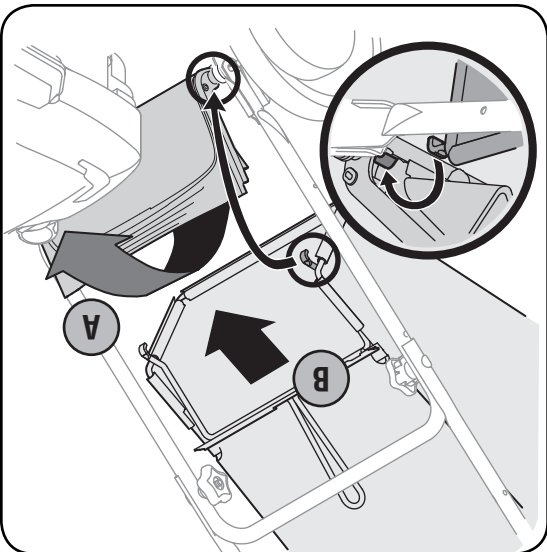

Figure 3-6
- Glissez le sac sur l'armature (côté en plastique noir sur le dessous). Enfoncez les crochets de l'armature dans les trous des glissières en plastique du sac à herbe. Voir la Figure 3-6.
- Attachez le sac sur l'armature en accrochant les glissières sur l'armature, comme à la Figure 3-6. Toutes les glissières en plastique, sauf celle du dessus du sac, s'accrochent de l'extérieur du sac. Le haut du sac s'attache de l'intérieur de celui-ci.